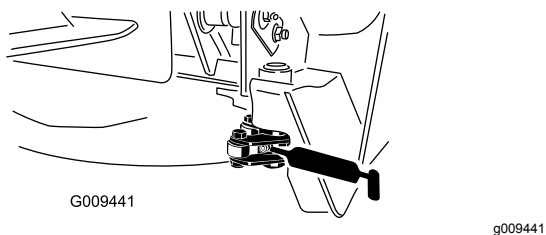

Figure 64
Pivot de verrou (2) (Figure 64)